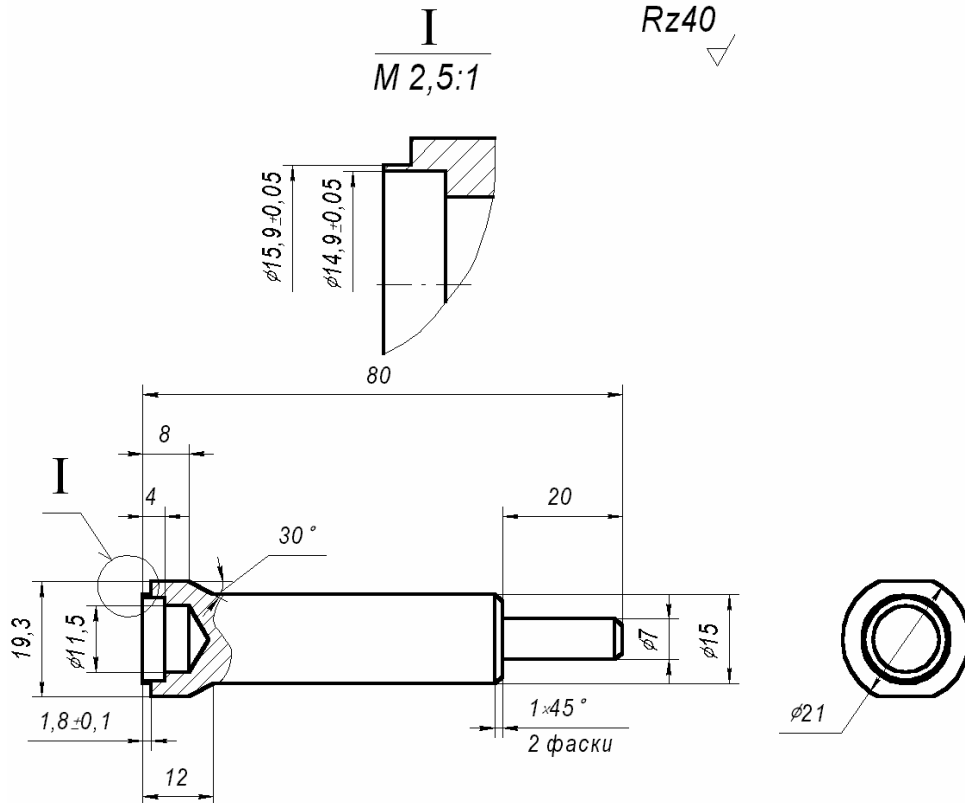
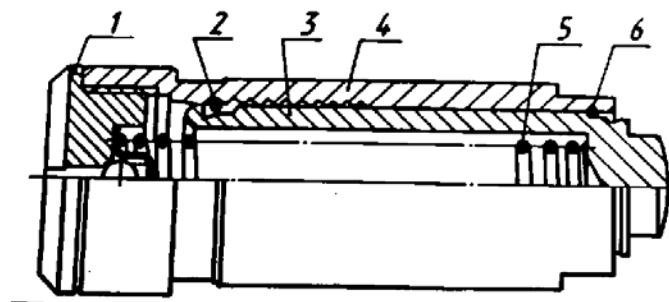

Рисунок 39 – Оправка для сборки гидронатяжителя
Рисунок 40 – Гидронатяжитель в сборе
- на закрепленную вертикально оправку (рисунок 39) установить корпус 4 гидронатяжителя (рисунок 40);